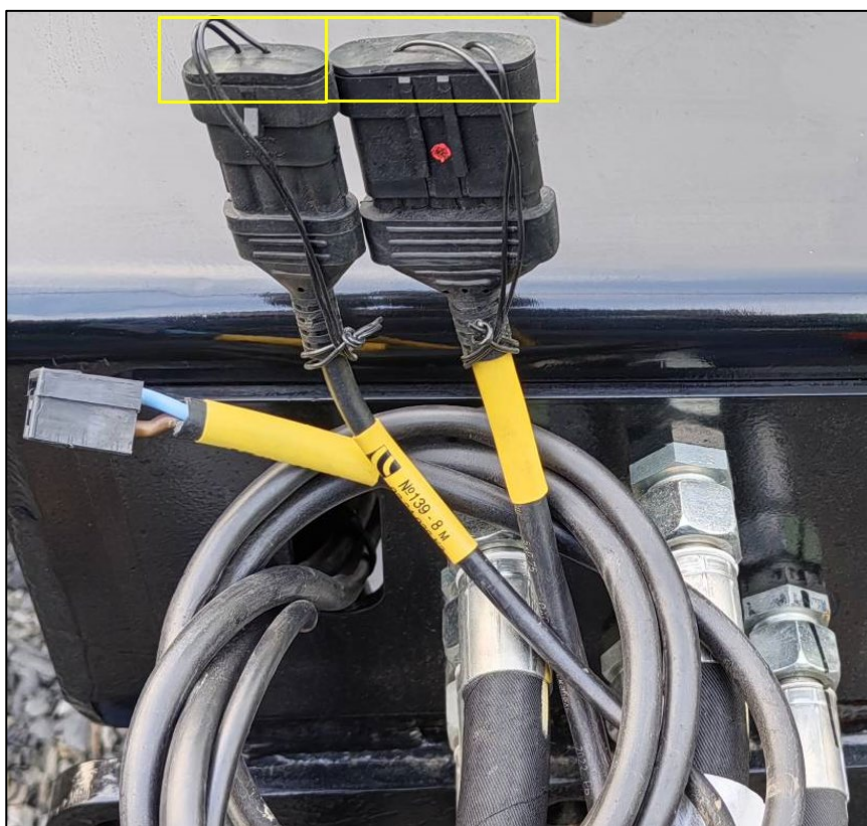

Рисунок 53 – Жгуты связи системы контроля
6.2.16 Установить заглушки на жгуты связи системы контроля высева, рис. 53.